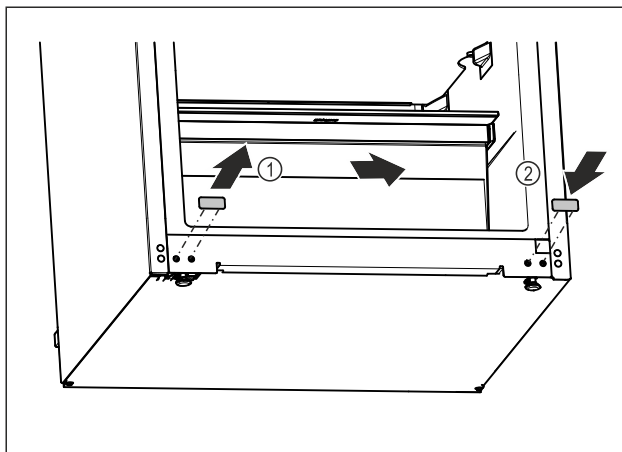

Fig. 16
- Trek de afdekcap eruit. Fig. 16 (1)
- Plaats de afdekcap aan de andere kant. Fig. 16 (2)